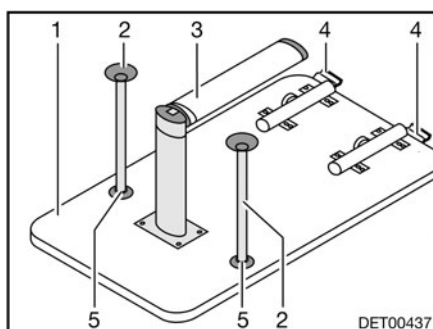
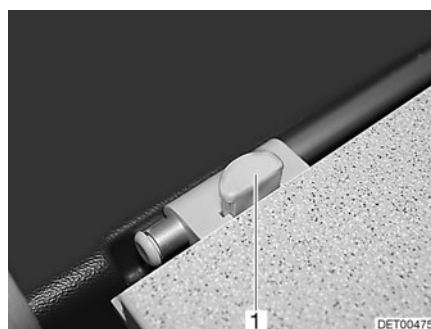

Fig. 71 Sommier de lit
Fig. 72 Dispositif de verrouillage
- Soulever légèrement le plateau de table (Fig. 71,1) à l'avant d'env. 45°.
- Rabattre la partie inférieure du pied de table à joint (Fig. 71,3) de 90°. Suivant le modèle, tirer la partie inférieure du pied de table à joint vers le bas ou appuyer sur le bouton de déverrouillage.
- Appuyer sur le bouton de déverrouillage (Fig. 71,4) sur le dispositif de verrouillage (Fig. 72,1).
- Suivant le modèle, enfoncer les deux pieds d'appui supplémentaires (Fig. 71,2) dans les fixations (Fig. 71,5) sur le dessous du plateau de table.